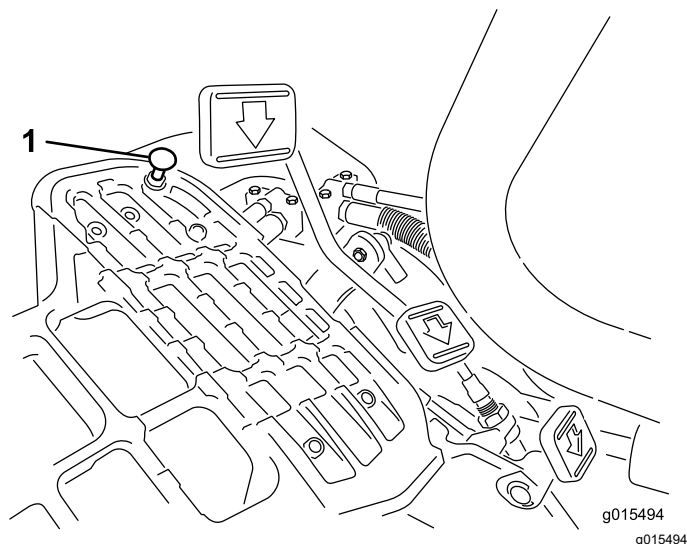

Figura 38
Para obtener la velocidad máxima de transporte, ponga la palanca de control funcional en la posición de TRANSPORTE y pise el pedal de tracción. Si el pedal toca el tope (Figura 38) antes de que se note tensión en el cable, ajústelo como se indica a continuación:
1. Ponga la palanca de control funcional en la posición de TRANSPORTE y afloje la contratuerca que fija el tope del pedal a la chapa del suelo (Figura 38).